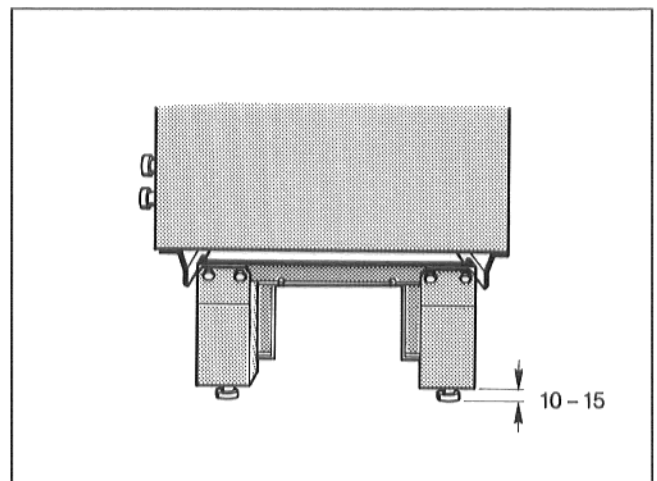

Abb. 3
- 2 Fußschrauben ca. 10 – 15 mm in jedes Unterbauteil eindrehen (Abb. 3).
- Kantholz entfernen und Heizkessel mit Fußschrauben entsprechend „Montageanweisung Heizkessel“ aufstellen und ausrichten (Abb. 3).